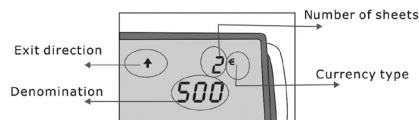

Fig.3
1. Aby wyświetlić raport testu, należy nacisnąć przycisk kierunkowy i raportu wykrywania. Nacisnąć ten sam przycisk, aby wyświetlić wynik każdego testu (rys. 3)